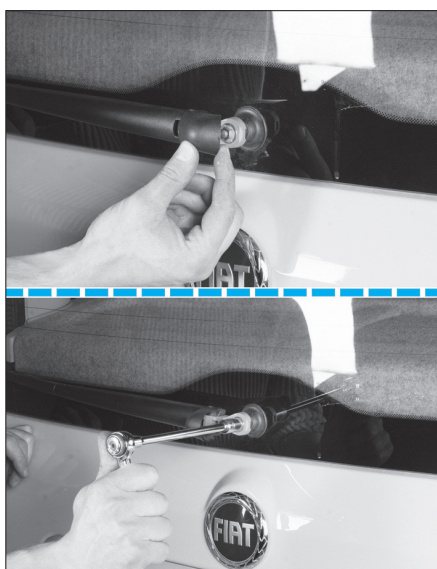

FIG. 83
- le bras d'essuie-vitre arrière (Fig.83),